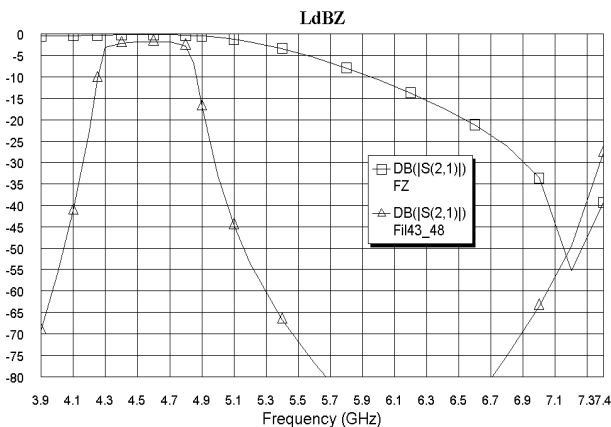

Рис. 3.112
5. Откройте окно электромагнитной структуры **FZ**. Установите курсор на верхний шлейф, нажмите левую кнопку мышки и переместите этот шлейф влево на 0.2, уменьшив расстояние между шлейфами до 3.6 мм. Щёлкните по значку **Analyze** на панели инструментов. Графики ослабления и КСВн показаны соответственно на рис. 3.112 и 3.113.